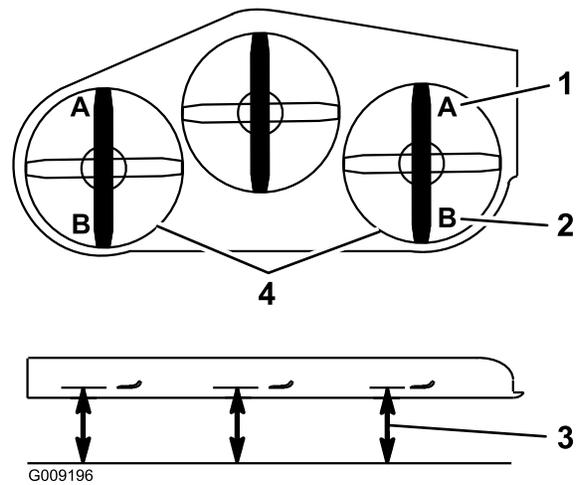

Figure 90
9. De chaque côté du plateau de coupe, mesurez la distance entre la surface plane et la pointe avant de la lame (position A). Il faut obtenir un écart de 7,6 cm (Figure 90).
15. De chaque côté du plateau de coupe, mesurez la distance entre la surface plane et la pointe arrière de la lame (position B). Il faut obtenir un écart de 8,3 cm (Figure 90).